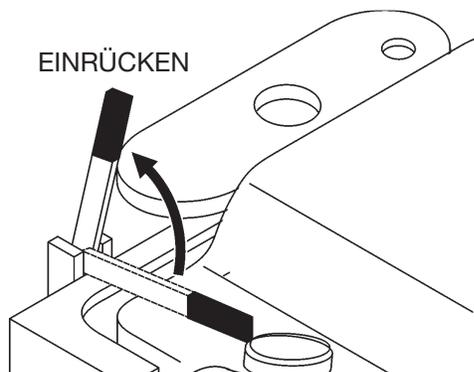

Abb. 39. Getriebekupplungshebel (Schalten in eingerückte Position)
- Den auf der Konsole befindlichen **Getriebekupplungshebel** zum Einkuppeln des Motorantriebs einrücken (Abb. 39). Durch Herunterdrücken des Hebels wird der Antrieb ausgekoppelt und das Gerät kann während des Schneidens manuell geschoben oder am Arbeitsort verfahren werden.